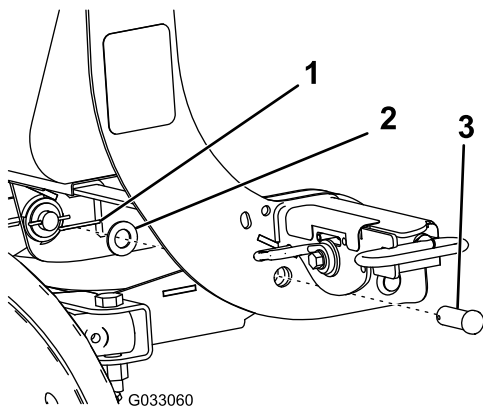

Figura 8
- Alinee los orificios de pivote de la torre de acoplamiento con los orificios de pivote del conjunto de bastidor de empuje, y sujételos como se muestra en la **Figura 8**.